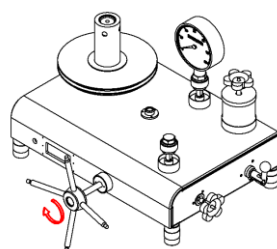

图 7
- ⑤ 此时再用调压器加压，当液晶显示数值为“0.0mm”附近时读数（如图 7）。